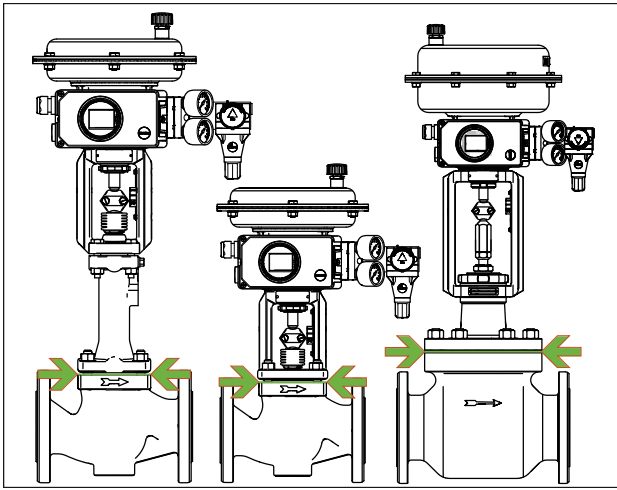

Bild 13: Grenze der Einisolierung von Stellventilen (Beispiel-darstellung)
- ⇒ Stellventile nur bis zum Deckelflansch der Ventilgehäuse einisolieren, vgl. Bild 13. Dies gilt auch für Ausführungen mit Balg- oder Isolierteil bei Mediumtemperaturen unter 32 °F (0 °C) oder über 428 °F (220 °C). Wird das Isolierteil mit einisoliert, verliert es seine Funktion!